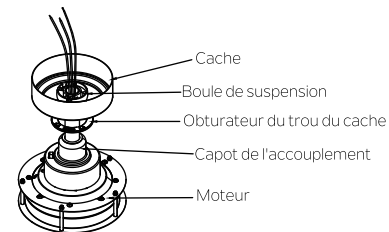

Fig. 8
Étape 4. Faites glisser le capot de l'accouplement, l'obturateur du trou du cache et le cache sur la tige de suspension. Réinstallez soigneusement la boule de suspension sur la tige de suspension. Assurez-vous que la broche transversale se trouve dans la position correcte, que la vis de blocage est bien serrée et que les fils ne sont pas tordus. (Fig. 8)